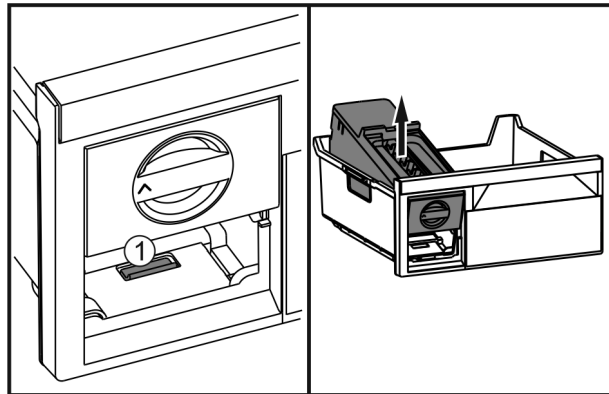

Fig. 59
- ▶ Натиснути на накладку Fig. 59 (1), EasyTwist-Ice підняти ззаду і витягнути з висувного ящика для заморожування.